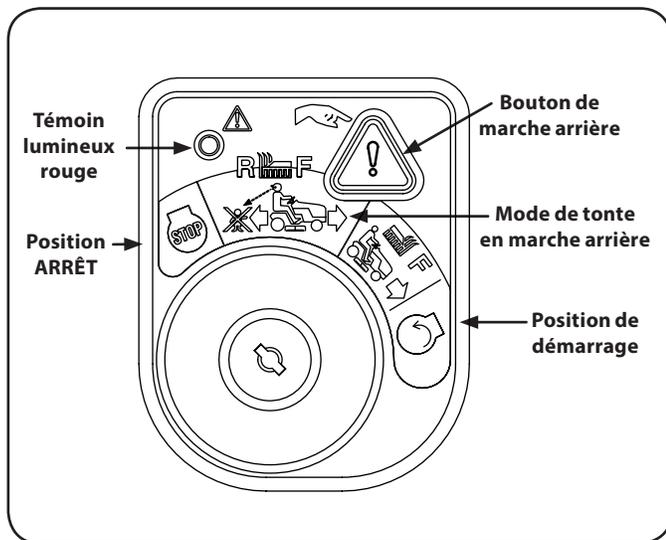

Figure 5-3
- Tournez la clé de la position de tonte normale (en vert) à la position de tonte en marche arrière (en jaune) sur le module du commutateur d'allumage. Voir Figure 5-3.
- Appuyez sur le bouton de marche arrière (bouton triangulaire orange) situé dans le coin supérieur droit du module de commutateur d'allumage. Le témoin lumineux rouge dans le coin supérieur gauche du module s'allume lorsque le bouton de marche arrière est activé. Voir Figure 5-3.